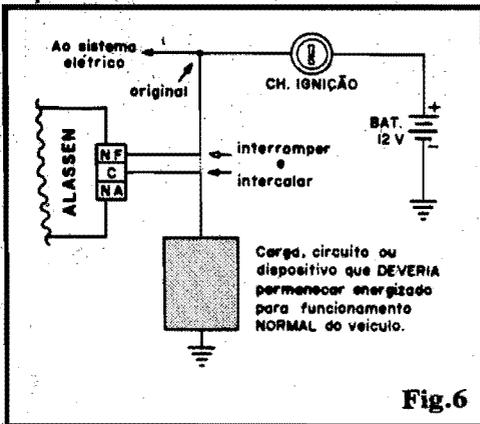

Fig. 6
- FIG. 6 - AMPLIANDO AS POSSIBILIDADES DE APLICAÇÃO FINAL - Para o Hobbysta "macaco velho", que já está "careca" de saber como se comportam eletricamente os contatos de saída de um relê reversível, lembramos que também o terminal "NF", em conjunto com o "C", poderá ser usado, só que a intermitência do ALASSEN agirá "desligando" ciclicamente algo que deveria permanecer ligado ou energizado, para perfeito funcionamento do motor do veículo... No caso, basta interromper a linha da alimentação de tal dispositivo, e intercalar as ligações (indicadas por setas brancas) vindas dos terminais "C" e "NF" do ALASSEN...